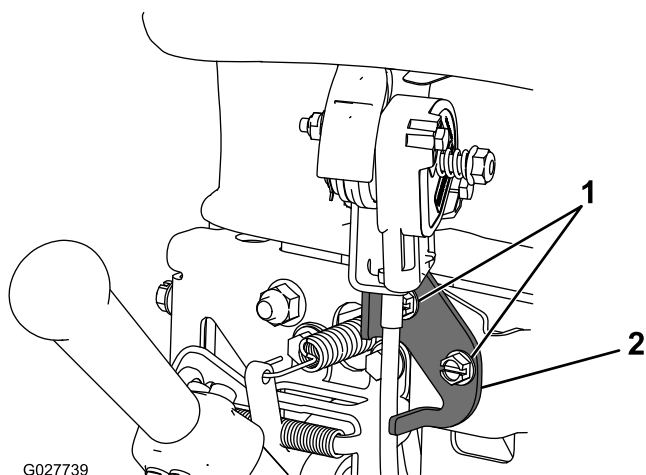

Рисунок 25
2. Ослабьте два крепежных элемента рычага дроссельной заслонки (Рисунок 25).